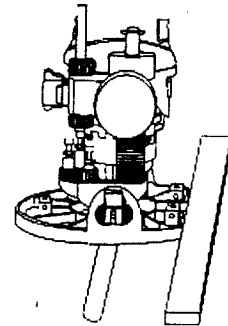

Fig. 20
1. Dibuje la línea en el sitio de la pieza en donde desea hacer el corte (vea la fig. 20).